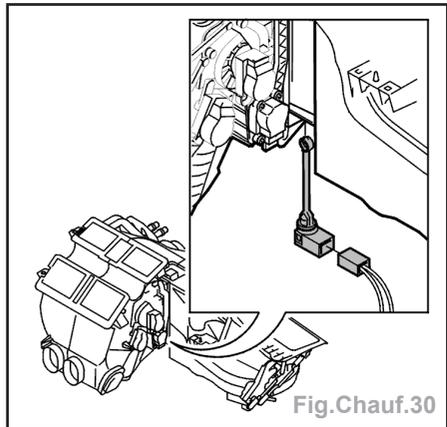

Fig. Chauff.30
- le capteur (fig. Chauff.30),